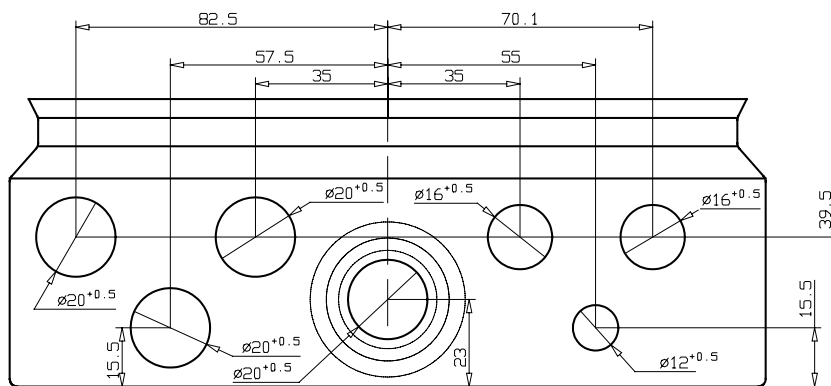

Fig. 4
8.0 ELEKTRISCHE ANSCHLÜSSE (Siehe Fig. 4 + 5)